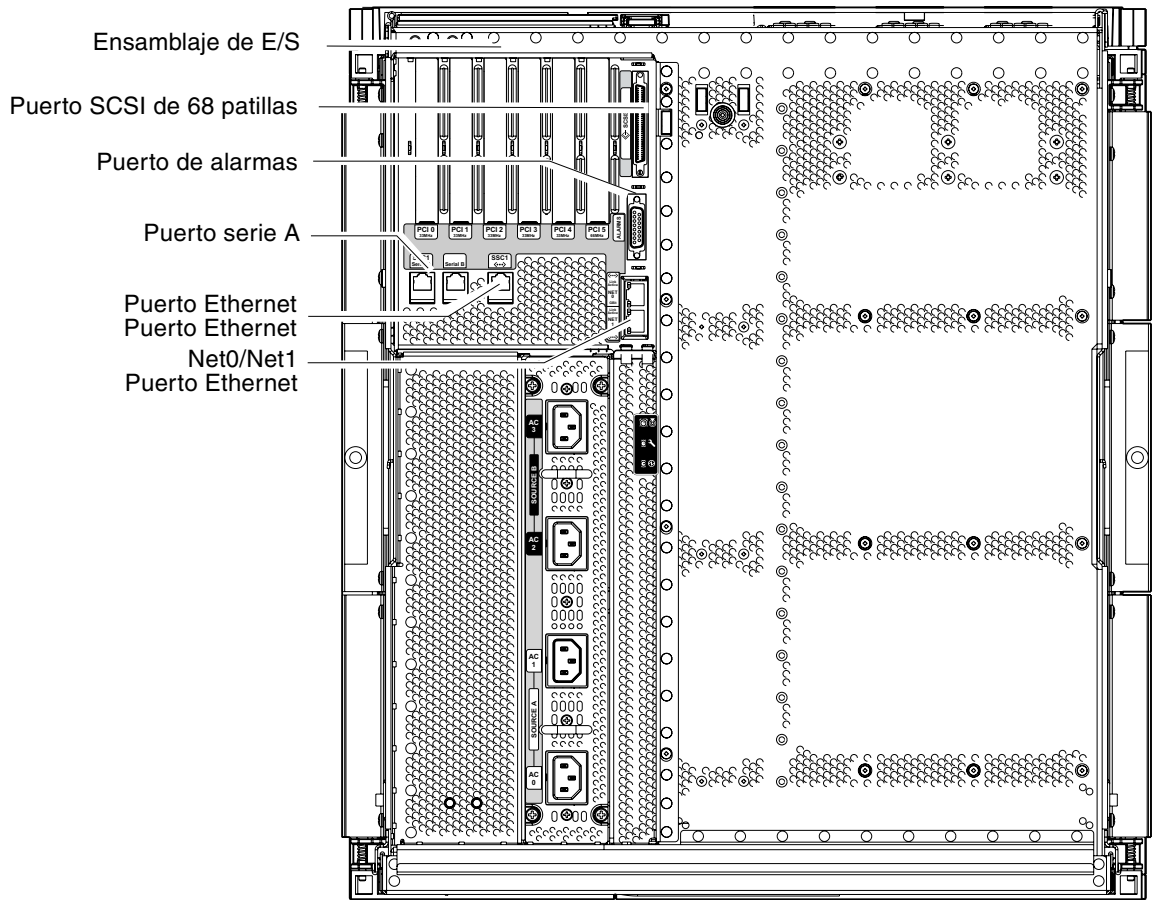

FIGURA 1-26 Ubicación del controlador del sistema y los ensamblajes de E/S
1. **Conecte un extremo del cable Ethernet de E/S al puerto Ethernet Net0/Net1 (FIGURA 1-26).**